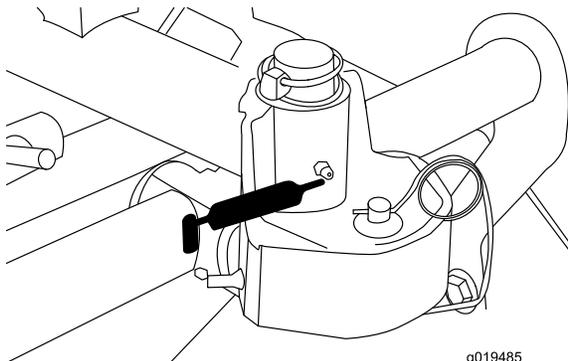

Figura 41
- Bastidor de tiro de la unidad de corte y pivote (2 por unidad de corte) (Figura 41).